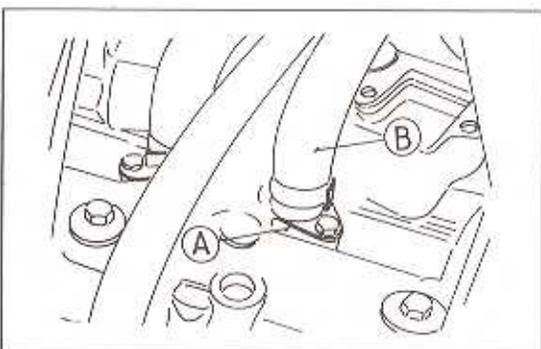

Bild 94
- Die Aussparungen am Zylinderkopf dünn mit Silikondichtmasse bestreichen (Bild 94).